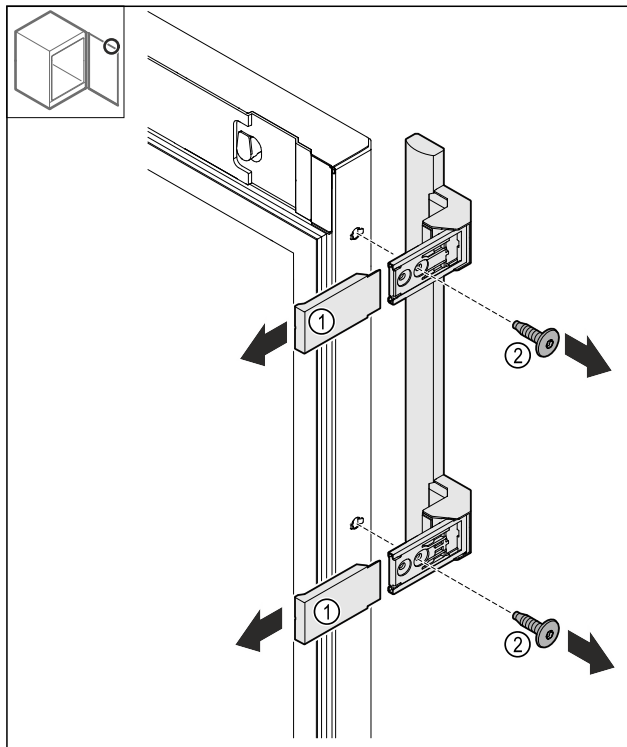

Fig. 18
- ▶ Снимите крышки Fig. 18 (1).
- ▶ Открутите винты Fig. 18 (2).